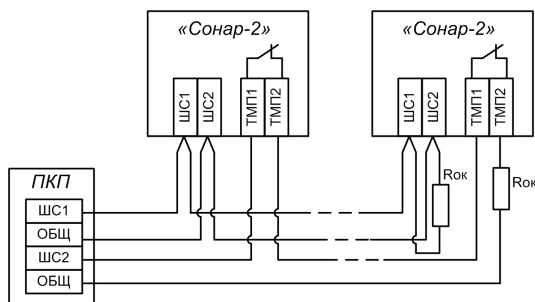

Рис.4 Схема подключения извещателя
- Подключение извещателя к приемно-контрольному прибору осуществляется по двухпроводной схеме (питание по шлейфу) (рис.4).
Снимите крышку извещателя, извлеките плату из корпуса. Проведите разметку отверстий для монтажа с учетом положения отверстий в основании. Закрепите основание в выбранном месте. Установите плату на место в корпус. Подключите провода в соответствии со схемой подключения (рис.4).